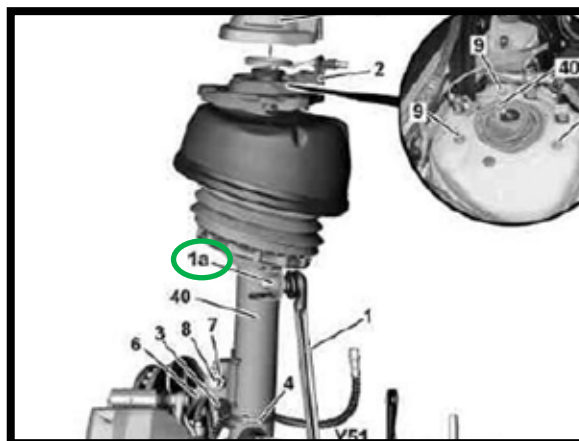

ABBILDUNG 6 - #1a
8. STABILISATORHEBEL OBEN LÖSEN. (ABBILDUNG 6 - #1A)